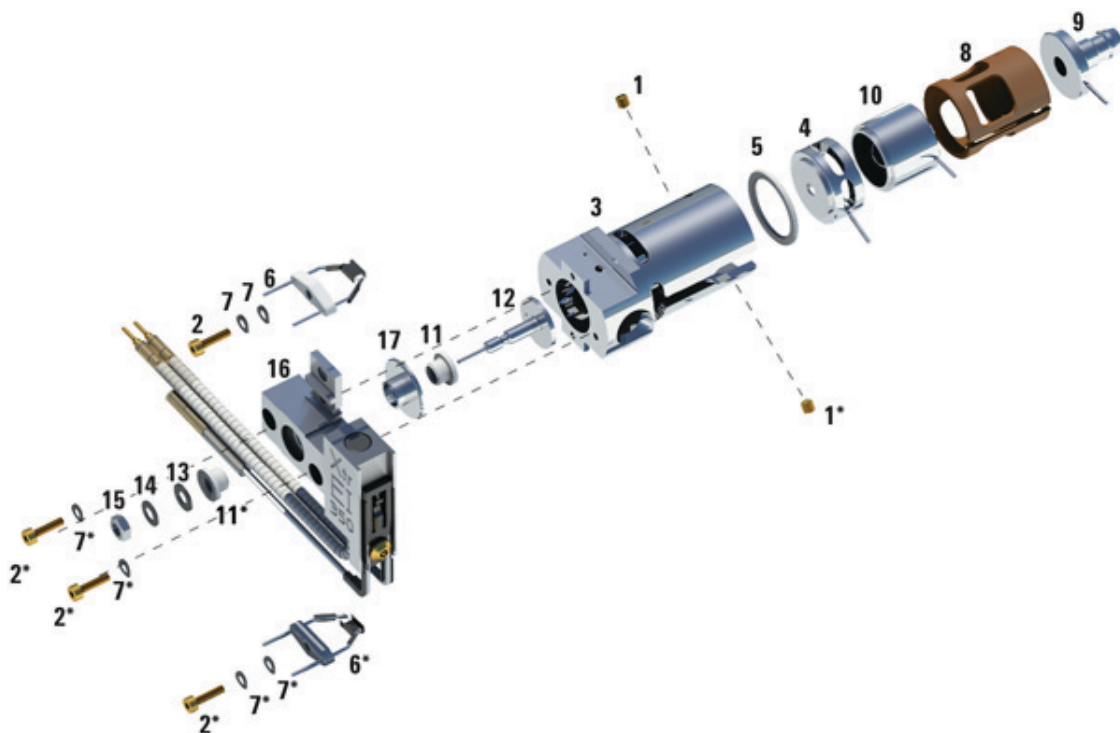

Figura 48 Montagem da fonte XTR de EI
Consulte a vista explodida das peças na Figura 48 e a lista de peças de XTR de EI na Tabela 21 na página 164, enquanto estiver usando este procedimento.
- 3 Insira a lente de entrada e a lente de enfoque iônico no isolante conforme a ordem mostrada abaixo (Figura 48 na página 163).
Tabela 21 Lista de peças para a fonte XTR de EI (Figura 48)